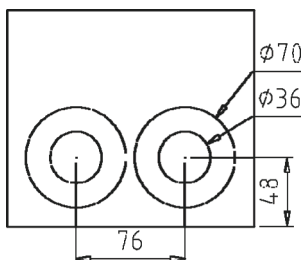

图 14-20 绘制圆
5) 将“视图”转换到“左视图”; 执行“圆”命令 (c) 在正方形底部直线中点绘制两个直径为 36、70 的同心圆; 执行“移动”命令 (m), 将它们向上方移动 48; 再执行“移动”命令 (m) 将刚才移动的同圆心圆向左移动 38; 执行“复制”命令 (co), 将刚才移动的两个圆在向右距离为 76 处复制, 如图 14-20 所示。